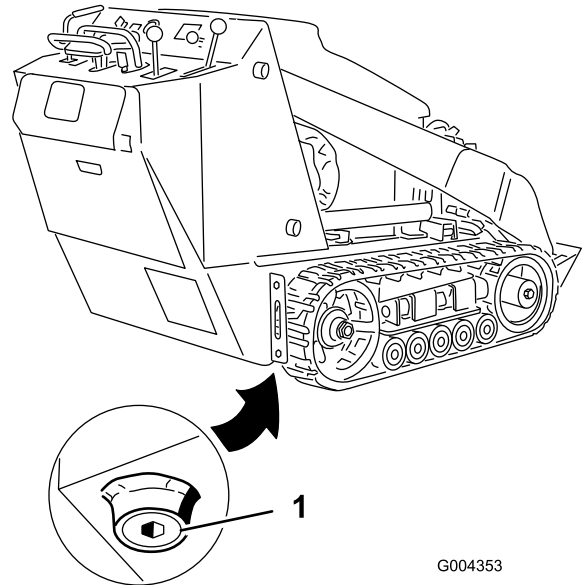

Figura 33
4. Îndepărtați buonul de golire (Figura 33).